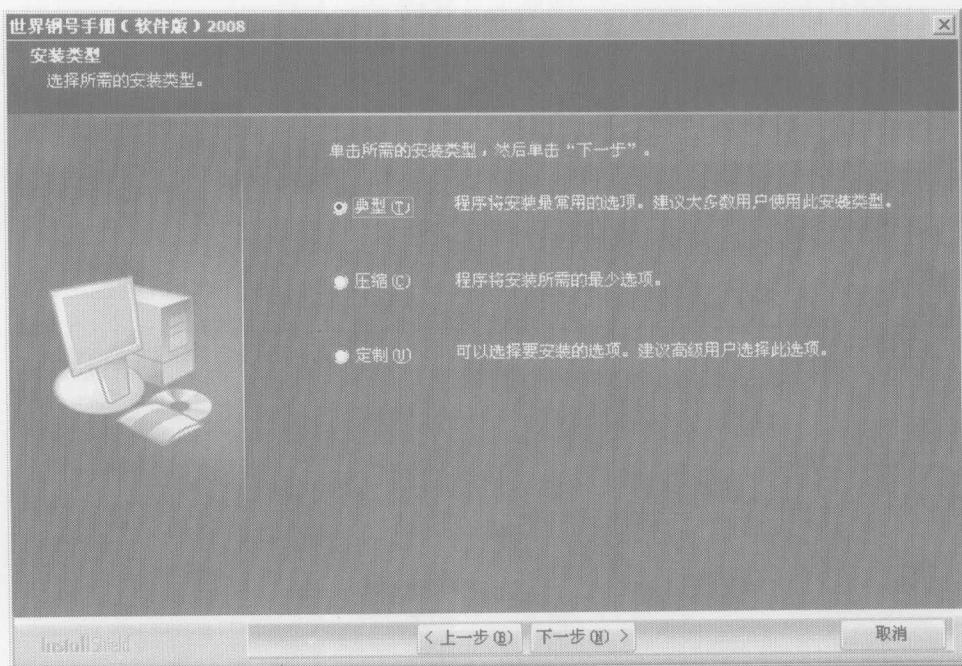

图 1-5 选择安装类型界面
(6) 显示选择安装类型界面，用户需要选择安装类型，如图 1-5 所示。